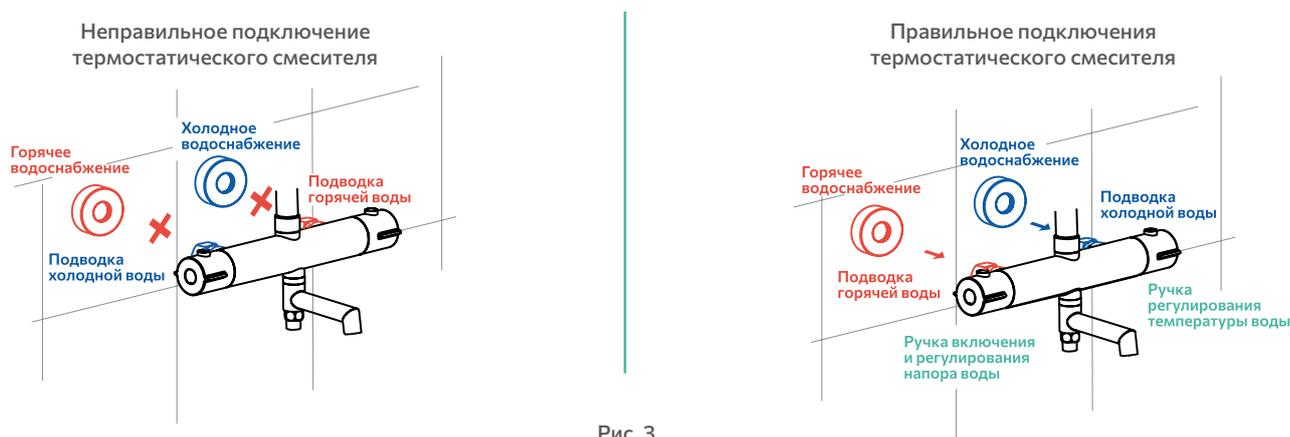

Рис. 3
- При установке смесителя и его подключению к водоснабжению следуйте индикации на задней стенке корпуса (рис. 3).